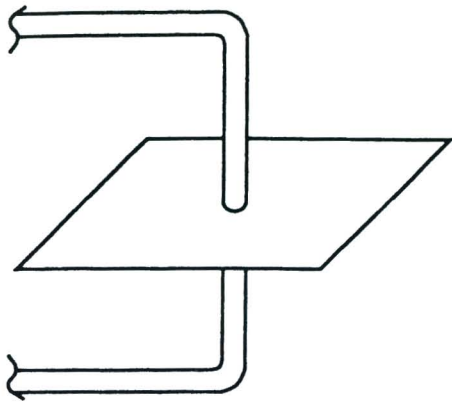

Fig.1.3a
- 10) Notar la tendencia de las líneas de fuerzas y trazarlas esquemáticamente en la Fig.1.3a